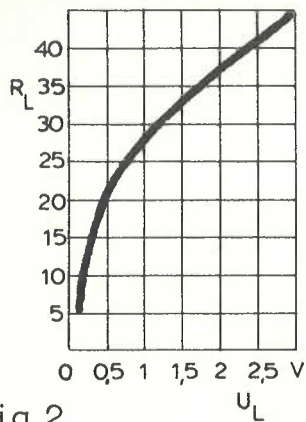
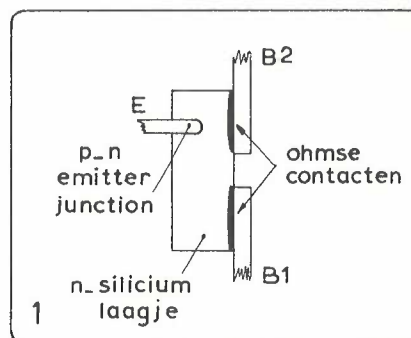
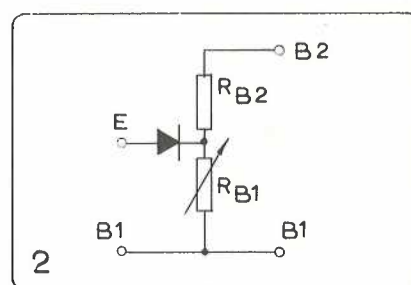
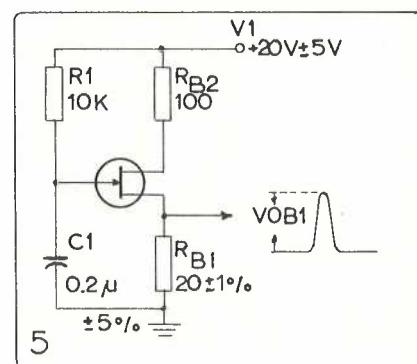

Fig. 2
Fig. 1: Doorsnede van een unijunction transistor.
Fig. 2: Representatieve schakeling voor unijunction transistor.
Fig. 5: Relaxatie oscillator.
gepast. In de prinscheschakeling (afb. 1) vormen de weerstanden R_1 en R_2 de ene en de stroomafhankelijke weerstand de andere tak van de brug. La is een zaklantaarnlampje voor 3,8 Volt 0,07 A (Osram 3641). Een dergelijk lampje blijkt in de praktijk bijzonder goed te voldoen. Fig. 2 toont de weerstandgrafiek van een dergelijk lampje. Sluit men aan de brugschakeling een spanning U aan, dan ontstaat overeenkomstig de spanningsverdeling van de weerstanden een spanning U_{brug} in de diagonaal van de schakeling. Wordt de schakeling nu met gewone weerstanden opgebouwd, dan zou iedere variatie van de voedingsspanning in gelijke mate op de diagonaalspanning werken. Echter, door de spanningsafhankelijke weerstand van het lampje, treden aan de diagonaal veel geringere veranderingen op. Wordt de voedingsspanning namelijk hoger, dan wordt ook de weerstand van La groter en de spanningsdeling tussen La en R_3 verandert. Hierdoor kan echter de spanning aan R_3 niet zo sterk stijgen als verwacht zou worden. Wordt de voedingsspanning lager, dan wordt ook de weerstand van La kleiner en derhalve daalt de spanning aan R_3 niet in gelijke mate als de voedingsspanning. De brugspanning U_{brug} is dus binnen zekere grenzen onafhankelijk van de grootte van de ingangsspanning. Bij de juiste keuze van het gloeilampje en optimale instelling van het werkpunt van de lamp, kan een constante van 0,1% bereikt worden. Als de toegepaste weerstanden zo gekozen worden, dat ze een groot vermogen kunnen verwerken (9 Watt, Vitrohm HFA), en men laat de lampjes een tiental uren verouderen, dan verkrijgt men een zeer
De constructie van de unijunction transistor is in fig. 1 getekend. Twee ohmse contacten, basis één (B_1) en basis twee (B_2) genaamd, worden zo geplaatst, dat ze tegengesteld aan een klein n-siliciumlaagje komen. Een enkel contact wordt aan de andere zijde in de nabijheid van B_1 en B_2 geplaatst; dit contact heet, evenals bij de transistor, emitter (E). Tussen de beide bases ontstaat een weerstand van 5 à 10 k Ω . In een normale schakeling is B_1 geaard en is een positieve spanning aan B_2 aangesloten. Als er geen emitterstroom vloeit werkt de transistor gewoon als spanningsdelers (fig. 2) en is een zeker deel, η van V_{BB} zal naar de emitter gaan. Als de emitterspanning minder dan $\eta \times V_{BB}$ is, zal de emitter in sperrichting
Aan de hand van fig. 2 kan de werking van de unijunction transistor het best worden verklaard. De diode stelt de emitterdiode voor, R_{B1} de weerstand in de Si-laag tussen emitter en basis 1 en R_{B2} de weerstand tussen emitter en basis 2. De weerstand R_{B1} varieert met de emitterstroom zoals aangegeven in fig. 4. (betreft 2N495). Fig. 5 geeft de emitterkarakteristiek, samengesteld uit de emitterstroom en spanning en voor vaste waarden van de interbasisspanning (V_{BB}).
De relaxatie oscillator van fig. 5 is een basiscircuit voor verschillende toepassingen. Het wordt in hoofd-
Fig. 1. Tekening van een buis, die gebruikt wordt voor interceptiemetingen. Het doorboorde vaantje wordt bewogen in de elektronenstraal door draaiing van de buis in de lengterichting zodat het gewicht een andere opening in de straal brengt. Een uitwendige pompenergie wordt aangebracht met de kwadrupolaire sectie (zie inzet).